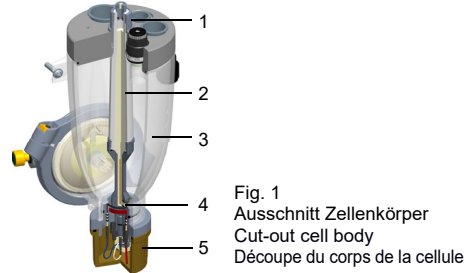
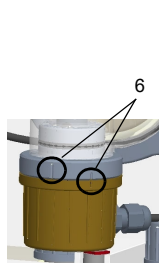

Fig. 1
Fig. 2
- 1 Rändelmutter (Fig. 1 - 1) vorsichtig abschrauben.
- 2 Verschlusskappe (Fig. 1 - 5) durch Linksrotation bis zur Markierung (Fig. 2 - 6) aufschrauben und abnehmen. Vorsicht: Signalkabel nicht abziehen.
- 3 Gesamte Elektrodenaufnahme (Fig. 1 - 2) vorsichtig nach unten aus dem Zellenkörper (Fig. 1 - 3) herausnehmen. Vorsicht: Gesamte Elektrodenaufnahme beim Herausnehmen nicht abknicken.
- 4 Filzring (Fig. 1/3 - 4) zwischen Elektrolyt-Vorratsbehälter und Elektrode entfernen.
- 5 Gesamte Elektrodenaufnahme (Fig. 1 - 2) wieder in den Zellenkörper (Fig. 1 - 3) einbauen. Hierzu gesamte Elektrodenaufnahme (Fig. 1 - 2) vorsichtig nach oben einführen.
- 6 Verschlusskappe (Fig. 1 - 5) durch Rechtsrotation bis zur Markierung (Fig. 2 - 6) wieder aufschrauben. Vorsicht: Signalkabel nicht abziehen.
- 7 Rändelmutter (Fig. 1 - 1) handfest wieder auf die gesamte Elektrodenaufnahme (Fig. 1 - 2) aufschrauben.
- 1 Carefully unscrew the knurled nut (Fig. 1 - 1).
- 2 Unscrew the sealing cap (Fig. 1 - 5) by turning it anti-clockwise to the marking (Fig. 2 - 6) and remove it. Caution: Do not disconnect the signal cable.
- 3 Carefully remove the entire electrode holder (Fig. 1 - 2) downwards from the cell body (Fig. 1 - 3). Caution: Do not bend the entire electrode holder when removing it.
- 4 Remove the felt ring (Fig. 1/3 - 4) between the electrolyte reservoir and the electrode.
- 5 Reinstall the entire electrode holder (Fig. 1 - 2) in the cell body (Fig. 1 - 3). To do this, carefully insert the entire electrode holder (Fig. 1 - 2) upwards.
- 6 Screw the sealing cap (Fig. 1 - 5) back on by turning it clockwise up to the mark (Fig. 2 - 6). Caution: Do not disconnect the signal cable.
- 7 Screw the knurled nut (Fig. 1 - 1) back onto the entire electrode holder (Fig. 1 - 2) hand-tight.
- 1 Dévisser avec précaution l'écrou moleté (Fig. 1 - 1).
- 2 Dévisser le capuchon (Fig. 1 - 5) en le tournant vers la gauche jusqu'au repère (Fig. 2 - 6) et le retirer. Attention : Ne pas retirer le câble de signal.
- 3 Retirer avec précaution l'ensemble du logement de l'électrode (Fig. 1 - 2) du corps de la cellule (Fig. 1 - 3) par le bas. Attention : Ne pas plier l'ensemble du porte-électrodes lors du retrait.
- 4 Retirer le joint en feutre (Fig. 1/3 - 4) situé entre le bac à électrolyte et l'électrode.
- 5 Remonter l'ensemble du logement des électrodes (Fig. 1 - 2) dans le corps de la cellule (Fig. 1 - 3). Pour ce faire, introduire avec précaution l'ensemble du logement des électrodes (Fig. 1 - 2) vers le haut.
- 6 Revisser le capuchon (Fig. 1 - 5) en le tournant vers la droite jusqu'au repère (Fig. 2 - 6). Attention : Ne pas retirer le câble de signal.
- 7 Revisser l'écrou moleté (Fig. 1 - 1) à la main sur l'ensemble du logement de l'électrode (Fig. 1 - 2).